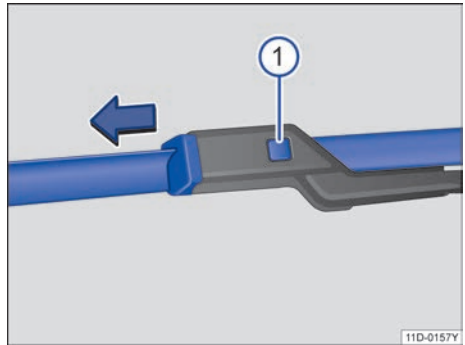

图 152 更换风窗刮水器刮水片
- 按住→图 152 分离按钮 ① 同时沿图示箭头方向拉出刮水片。